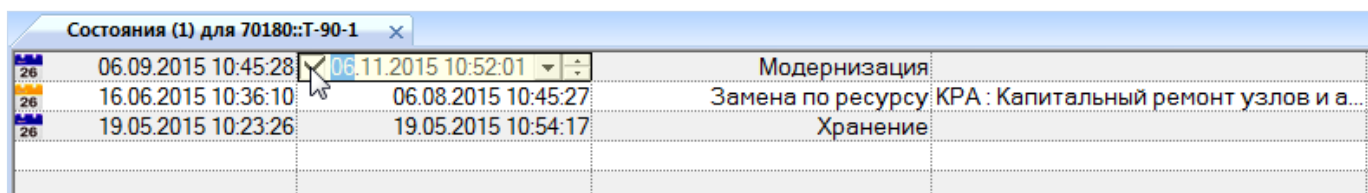

Рис. 28-10 – Установить флаг в белом квадрате для закрытия состояния
2) Установить флаг в белом квадрате – в результате поле «Дата окончания» заполнится текущей датой (состояние закроется) и станет доступным для редактирования (рис. 28-10).